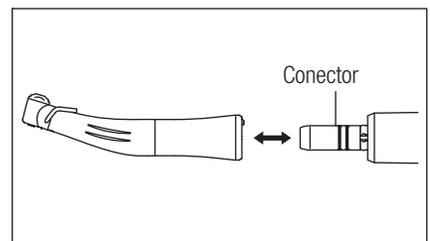

Fig.3
- Inserte la pieza de mano hasta que llegue al tope ; después, gírela hasta que encaje y se oiga un “clic” (Fig. 3).